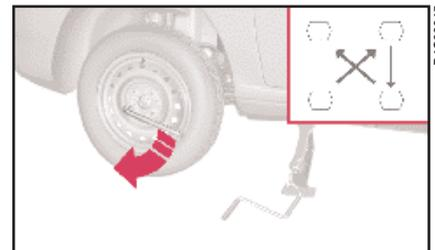

fig. 5
13) Serrer à fond les boulons, en passant de l'un à l'autre par passes croisées, en suivant l'ordre représenté sur la (fig. 5).
8) Serrer à fond les boulons en suivant l'ordre précédemment décrit (fig. 5).